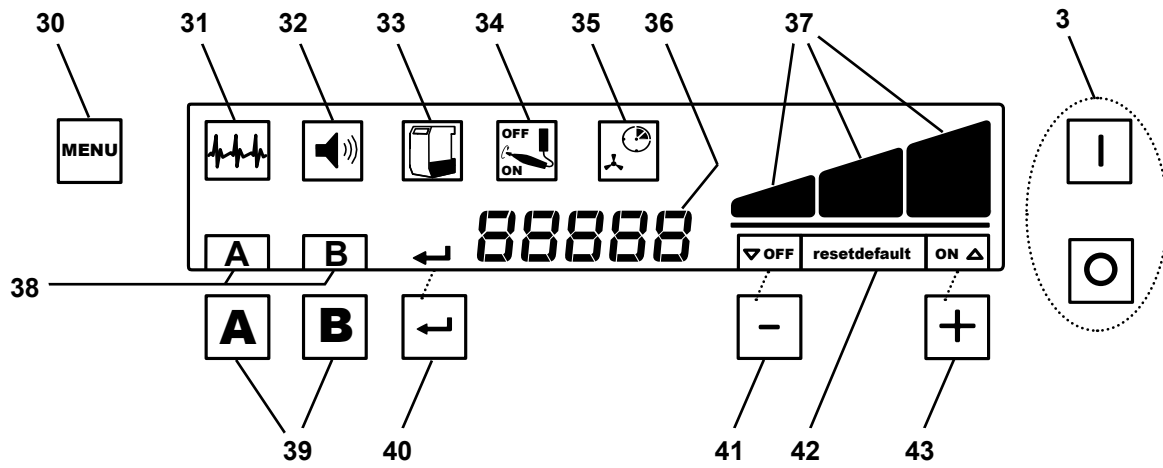

Fig. 1 / 2
**i** Für Hinweise auf Bedienelemente siehe Fig. 1 / 2 auf Seite 2 dieses Dokuments.
Pour les renseignements sur les éléments de commande, voir Fig. 1 / 2 à la page 2 de ce document.
**i** Per informazioni sugli elementi di comando, vedere Fig. 1 / 2 a pagina 2 del presente documento.
**i** Para mayor información sobre los elementos de mando, véase Fig. 1 / 2 de la página 2 de este documento.
Para informações sobre os elementos de comando ver Fig. 1 / 2 na página 2 desse documento.